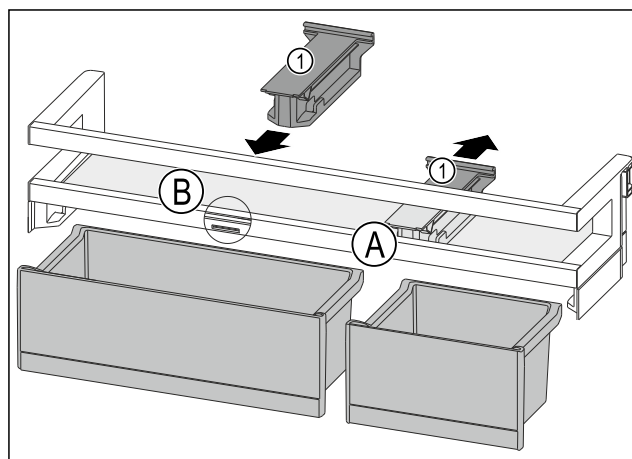

Fig. 154
- Retirer la pièce de retenue *Fig. 154 (1)* en position *Fig. 154 (A)* vers l'arrière.
- Mettre la pièce de retenue *Fig. 154 (1)* en position *Fig. 154 (B)*.